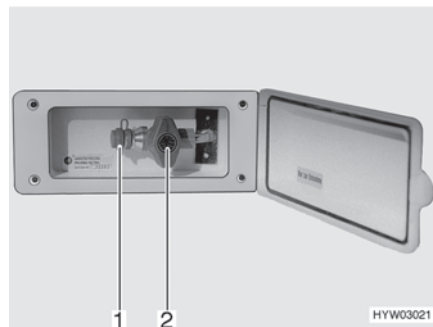

Fig. 109 Toma exterior de gas (válvula de paso de gas cerrada)
La toma externa de gas (Fig. 109) está, en función del modelo, en la parte trasera o en el lado izquierdo o derecho del vehículo.
- Conectar el aparato de gas externo en el punto de conexión (Fig. 109,1).
- Abrir la válvula de paso de gas (Fig. 109,2).